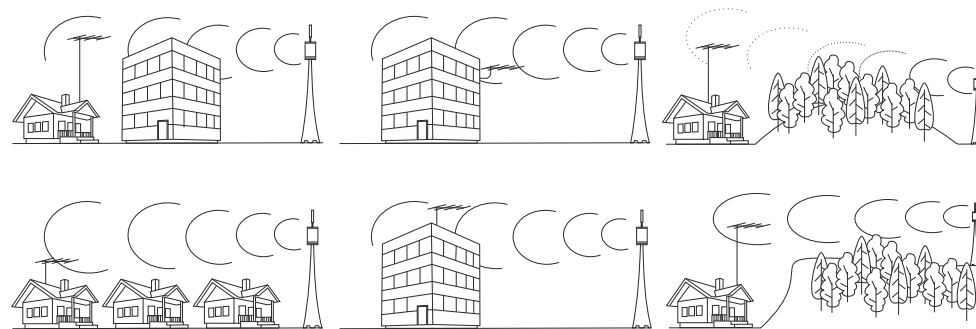

Рис. 8 Варианты правильной установки антенны
6.7 При выборе места установки антенны и ориентации ее в пространстве, обратите внимание на рекомендации, показанные на рис.8